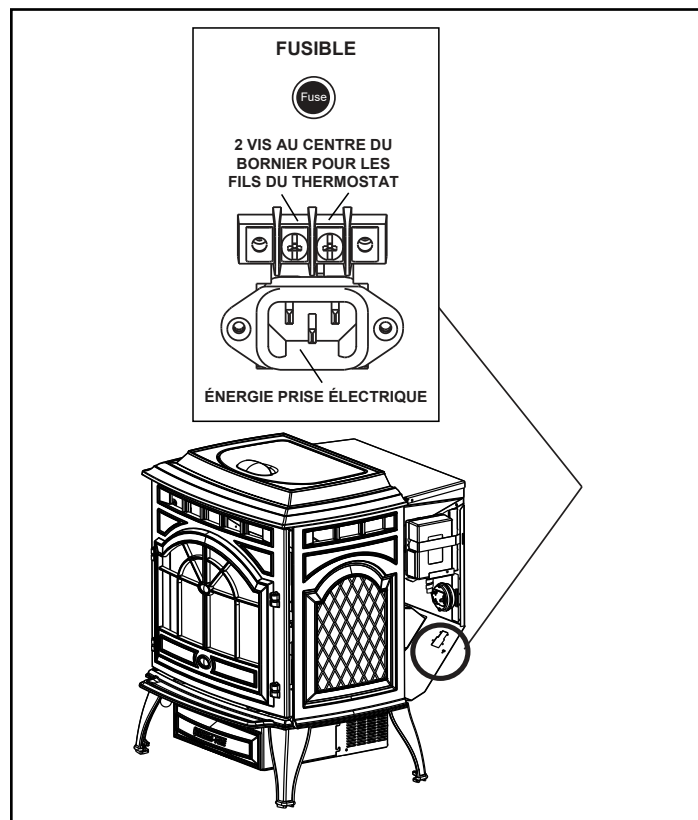

Figure 22.1
2. Connectez le fil du thermostat aux deux vis centrales du bornier du poêle. (Figure 22.1)
Il y a un bornier à 4 vis situé sur le coin inférieur gauche arrière du poêle directement au-dessus de l'entrée du cordon d'alimentation. Les 2 vis centrales sont pour les fils du thermostat (**Figure 22.1**).